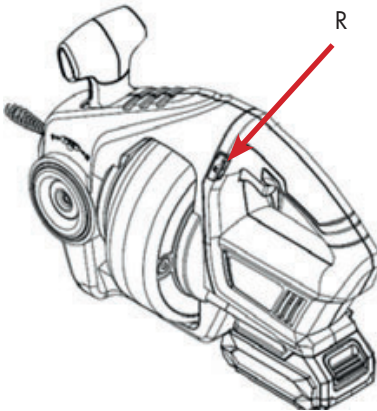

Fig. 4
- Appuyez sur L pour une rotation vers l'avant et sur R pour une rotation vers l'arrière (Fig. 4 et 5).
- Utilisez le sens de rotation inverse exclusivement pour libérer l'arbre à spirale d'un état bloqué (Fig. 4).